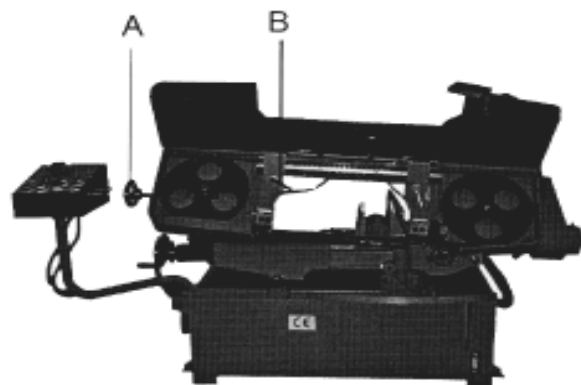

Fig. 6
- Das Spannrade (A Fig.6) lösen bis das Sägeband ganz entspannt ist.